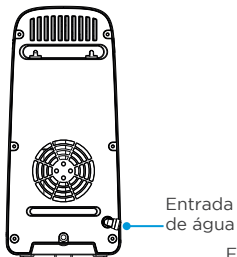

Fig. 1
3. Na parte traseira do purificador, remova o tampão de borracha que veda a entrada de água (Fig. 1).